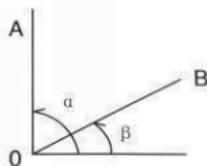

图 8
- (1) 视距丝竖丝瞄准目标 A，读取角度值 α 。
- (2) 转动望远镜瞄准目标 B，读取角度值 β 。
- (3) $\angle AOB = \alpha - \beta$ (图 8)